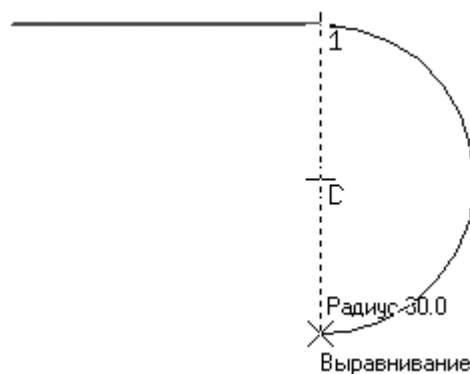

Рис. 2.15. Ввод касательной дуги при включенной команде Непрерывный ввод объектов
4. Используя привязку Выравнивание, растяните дугу так, чтобы ее конечная точка лежала на одной вертикальной линии с начальной, а радиус дуги был равен 30 мм (рис. 2.15). После этого зафиксируйте конечную точку дуги.